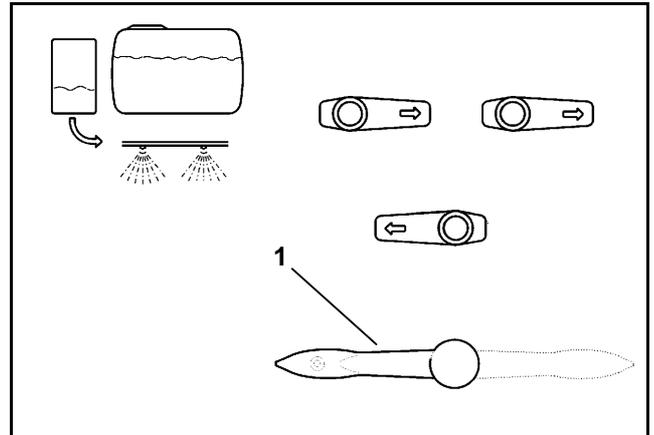

Fig. 7.19
- Grifo de conmutación (Fig. 7.19/1) en posición "Lavar".